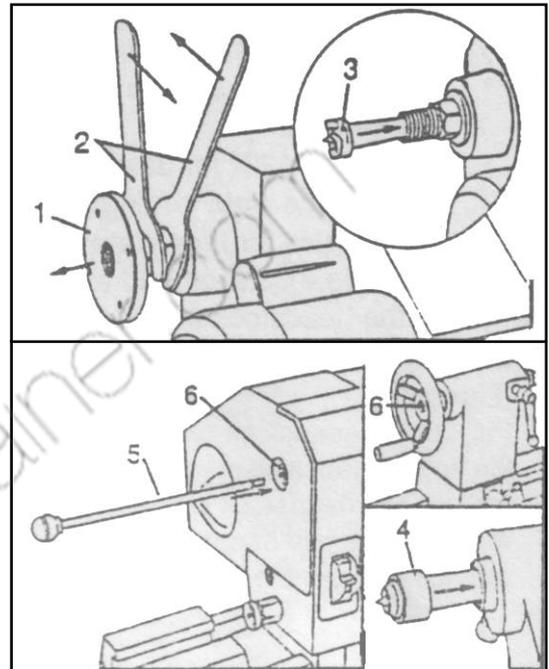

Figura 21 – Configurazione con puntali.
1. Rimuovere il piattello porta-pezzo in Figura 21], utilizzando due chiavi per dadi esagonali per separare il piattello stesso dall'albero del mandrino (Figura 21).